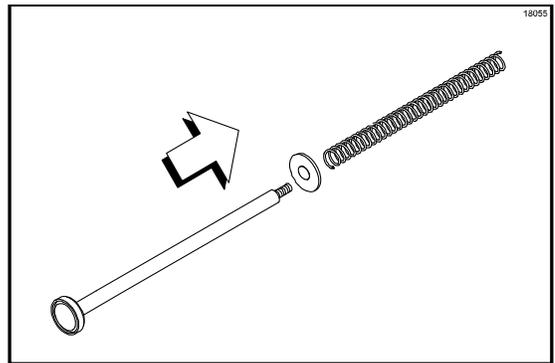

Figura 75
6. Separe el resorte y la arandela del conjunto del émbolo. (Vea la figura 75).